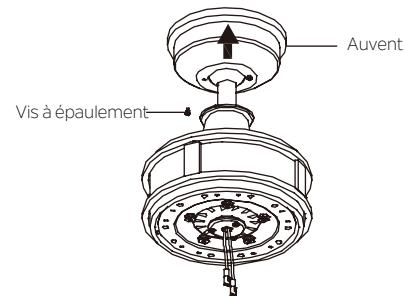

Fig. 17
**Étape 1.** Assembler l'auvent en faisant pivoter la fente de la clé de la verrière sur la vis à épaulement du support de montage. Serrer la vis à épaulement. Assembler complètement et serrer la deuxième vis à épaulement qui a été retirée précédemment. (Fig. 17)